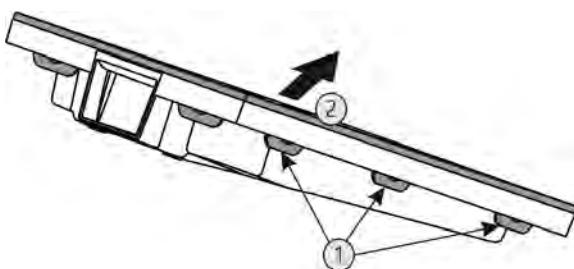

Fig. 69
- Последовательно нажать на все накладки Fig. 69 (1) и снять крышку Fig. 69 (2).